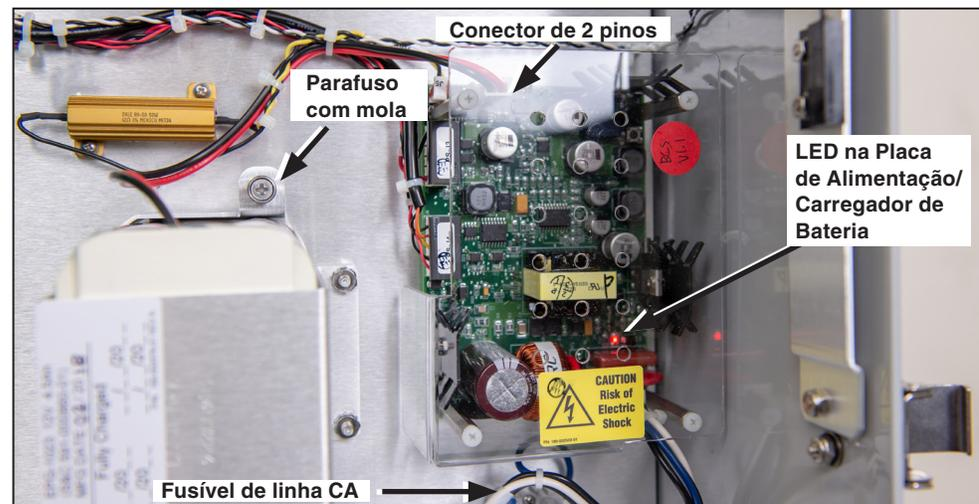
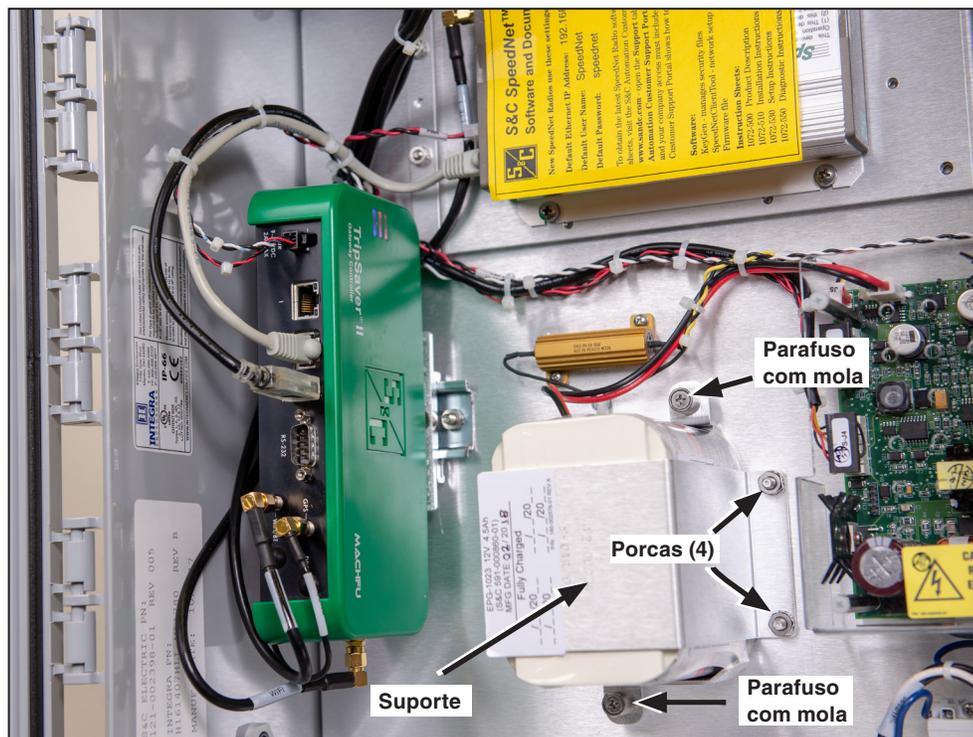

Figura 5. Remova o fusível de linha CA e instale a bateria.
Figura 6. Instalação da Bateria.
Se especificada, uma bateria de backup para suporte a perdas de fornecimento da alimentação do controle e para a operação tripolar sincronizada pode ser fornecida já instalada em fábrica na caixa do gateway de comunicação. Clientes que optaram por não instalar inicialmente uma bateria de backup podem, posteriormente, fazer um retrofit com a instalação de um kit de sistema de bateria de backup (903-002460-01) na caixa do gateway de comunicação. Ver Figura 5 abaixo e Figura 6 na página 15.
PASSO 2. Remova a bateria existente localizada na seção central inferior da caixa. Ver Figura 6.
- Na placa de Alimentação/Carga de Bateria, desconecte o conector branco de 2 pinos contendo os fios vermelho e preto que vão à bateria. Ver Figura 5 na página 14.